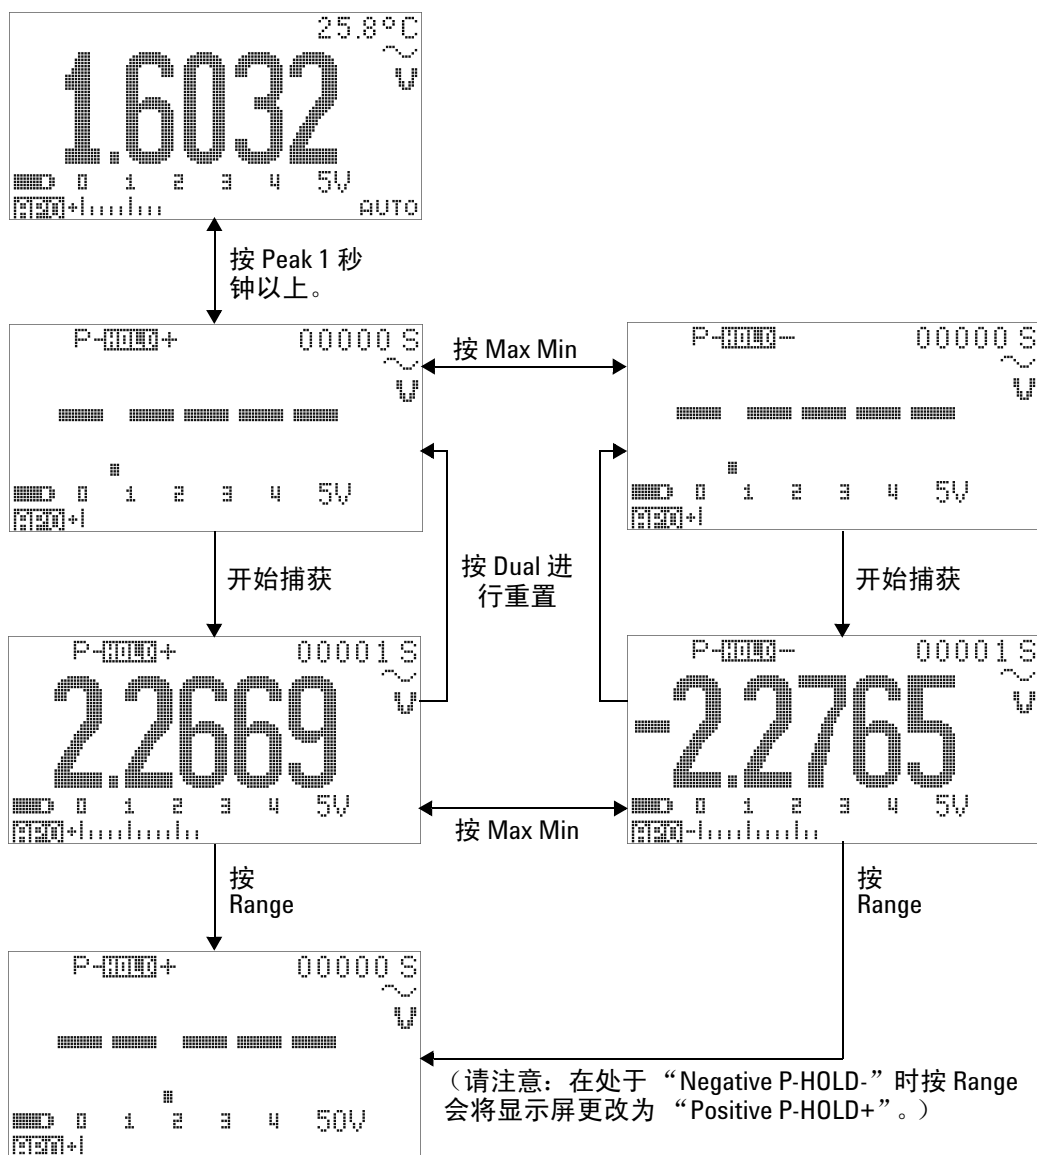

图 3-7 “1 ms peak hold” 模式下的操作
- 4 在第 72 页上的图 3-7 中所示的测量示例中，波峰因数将为 $2.2669/1.6032 = 1.414$ 。